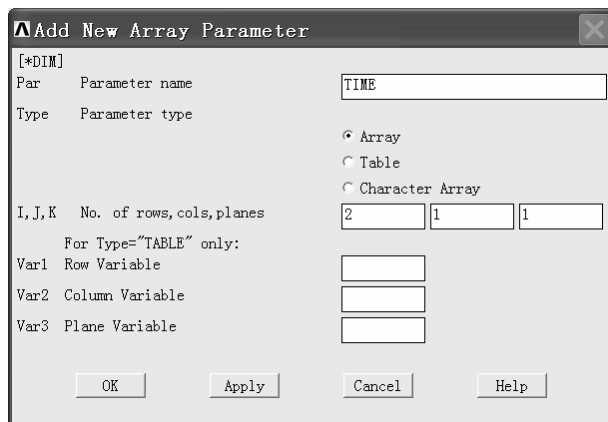

图 10-30 “Add New Array Parameter”窗口
(2) 单击“Array Parameters”窗口中的“Add...”按钮，弹出“Add New Array Parameter”窗口（见图 10-30）。在“Parameter name”后的方框中输入“TIME”，即给数组取个名字，然后单击“Apply”按钮。